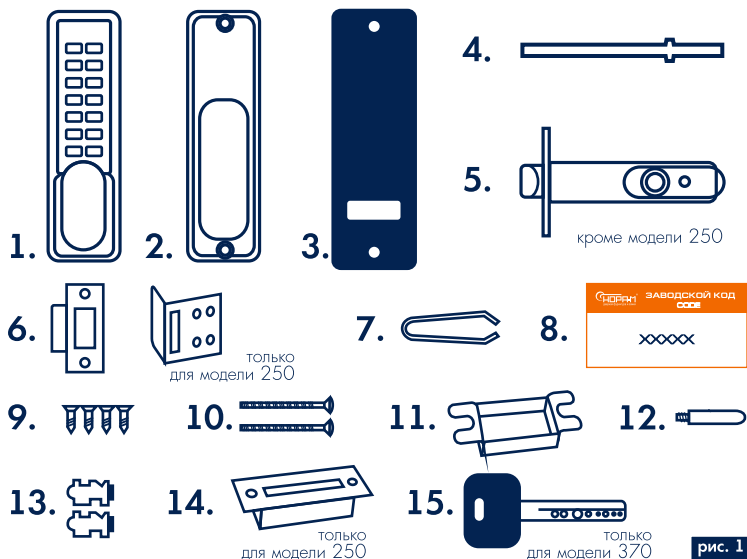
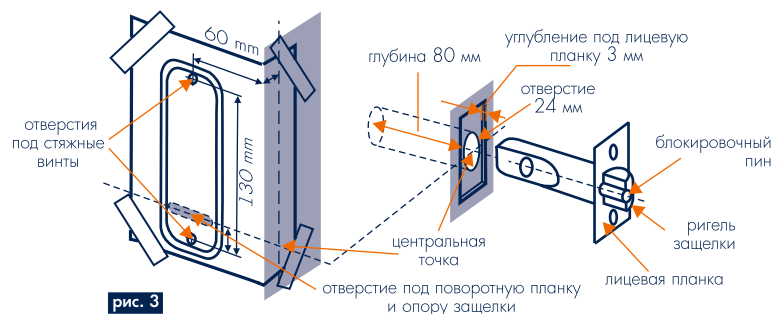

рис. 1
рис. 3
Перед началом установки замка проверьте работоспособность всех его частей, наберите код (номер кода на картонке (8) **рис. 1**;
В модели 370 открытие замка осуществляется, как набором кода с карточки (8) **рис. 1**, при этом ручку корпуса замка нужно поворачивать против часовой стрелки, так и с помощью ключа, поворачивая его против часовой стрелки.
2.3 Разметка и установка защелки (5) (кроме модели 250)
- отметьте на торце двери центральную точку **рис. 3** там, где хотите установить защелку. Просверлите отверстие диаметром 24 мм и глубиной 80 мм;
- выньте защелку и стамеской на 3 мм углубите паз под лицевую планку защелки **рис. 3**. Убедитесь, что скос ригеля защелки **рис. 3** направлен в сторону закрывания двери.